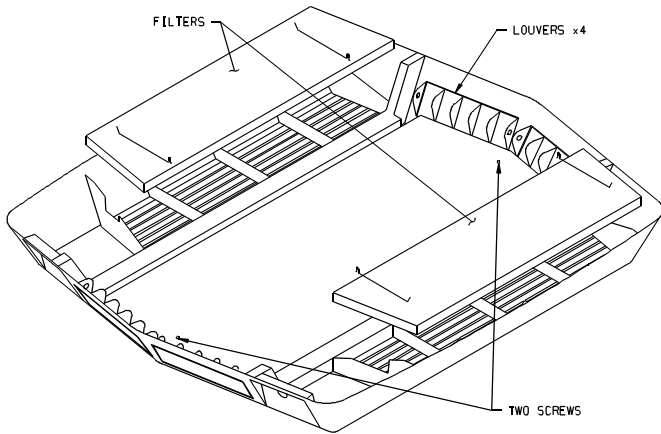

FIGURE 3
- 2. Remove the two screws that secure the ceiling assembly shroud to the ceiling assembly (See Figure 3).
- 4. Take the filters out and either clean or exchange them with other filters (See Figure 3).
2. Retirer les deux vis qui retiennent le couvercle du montage du plafond (Voir figure 3).
4. Sortir les filtres et nettoyer ou échanger avec d'autres filtres (voir figure 3).